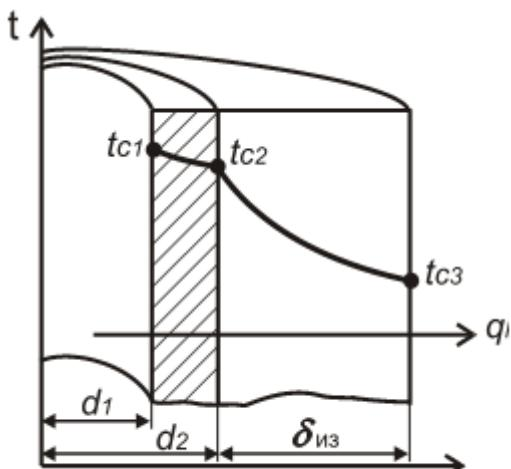

Рис. 2.1
5. Стальной трубопровод горячей воды диаметром $d_1/d_2 = 190/200$ мм покрыт слоем изоляции толщиной $\delta_{из} = 50$ мм (рис. 2.1), коэффициент теплопроводности трубы $\lambda_1 = 50 \text{ Вт}/\text{м}\cdot\text{К}$, изоляции $\lambda_2 = 0,08 \text{ Вт}/\text{м}\cdot\text{К}$. Температура на внутренней поверхности трубы $t_{c1} = 150^\circ\text{C}$, а на наружной поверхности изоляции $t_{c3} = 50^\circ\text{C}$. Найти тепловые потери с 1 м трубопровода и температуру на границе соприкосновения изоляции и трубопровода.